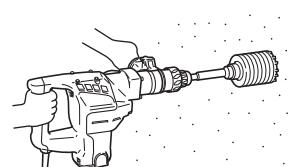

图 16
### (2) 中间销里装有弹簧。垂直而平稳地把它压附于墙壁和地板面上，使取心钻具尖端全面地接触，然后开始钻孔作业。(图16)